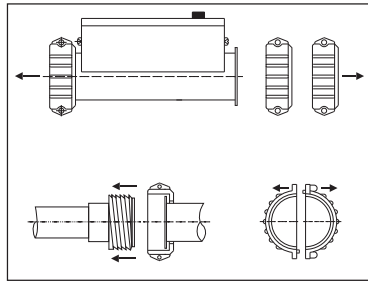

Figura 3
4.3. Conexión del calentador (Ver figura 3)